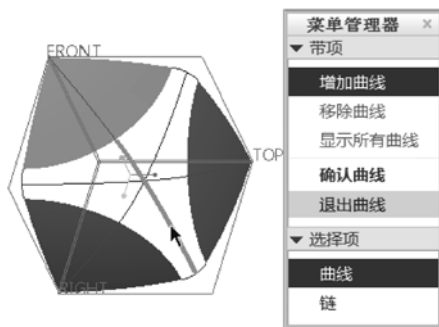

图 7-87 选择基础曲线
① 在功能区的“模型”选项卡中单击“基准”|“带”命令，弹出“基准：带”对话框。
② “基准：带”对话框中的“基础曲线”元素处于定义状态，此时菜单管理器提供“带项”菜单，其中的“增加曲线”命令处于活动状态，而“选择项”菜单中的默认项为“曲线”，在模型窗口中单击如图 7-87 所示的曲线作为基础曲线，然后在“带项”菜单中选择“确认曲线”选项。